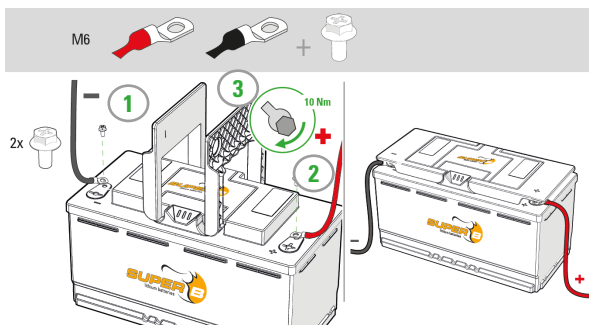

Figura 12. Collegare accessori ai terminali.
1. Collegare il polo positivo del cavo di alimentazione della piccola utenza al terminale X2 (+) della batteria agli ioni di litio (figura 12). Utilizzare il bullone M6 in dotazione.
2. Collegare il polo negativo del cavo di alimentazione della piccola utenza al terminale X1 (-) della batteria agli ioni di litio (figura 12). Utilizzare il bullone M6 in dotazione.